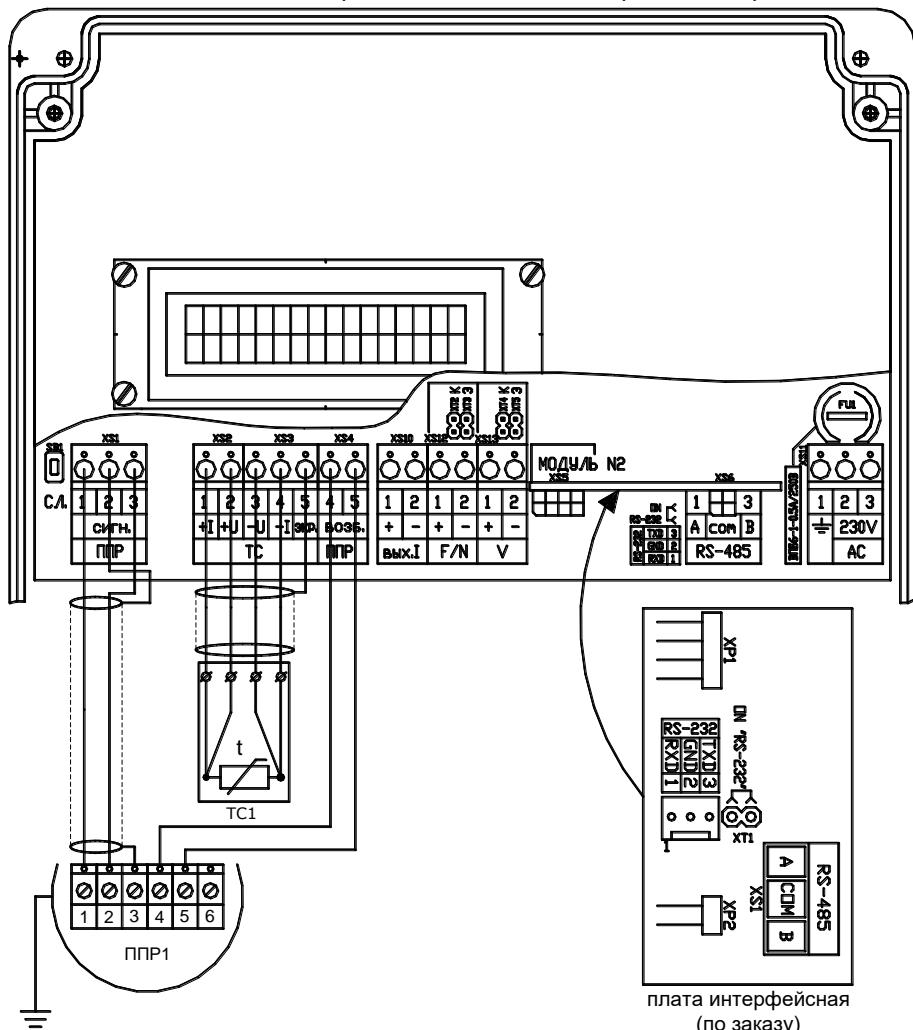

Рис. 8.9
8.7.2 Монтаж электрических цепей должен осуществляться в соответствии со схемой электрических соединений, приведенной на рис. 8.9.
8.7.6 Экран кабеля сигнальных линий должен быть надежно изолирован внешней оболочкой от трубы или металлического рукава, в котором он прокладывается, и присоединен к ППР и ИВБ в соответствии с рис. 8.9.
- Выбор типа интерфейса (RS-232C или RS-485) осуществляется путем установки (снятия) джампера **ХТ1 на плате интерфейсной** (см. рис. 8.9а):
Рис. 8.9а
Рис. 8.9б
3) Конфигурация выходных каскадов F/N и V выбирается путём установки/снятия джамперов XT2 (XT4), XT3 (XT5), расположенных за клеммниками F/N и V (см. рис. 8.9б, 8.9в, таблицу 8.2)
Рис. 8.9в
8.7.12 Подключение ТС к ИВБ производится по 4-х проводной схеме в соответствии с рис. 8.9. Для подключения термопреобразователей к ИВБ рекомендуется использовать кабели: КММ $4 \times 0,35 \text{ мм}^2$, ШВВП $4 \times 0,5 \text{ мм}^2$, РПШ $4 \times 0,5 \text{ мм}^2$, КУПР $4 \times 0,5 \text{ мм}^2$ или СПОВ $4 \times 0,5 \text{ мм}^2$. Во избежание дополнительных помех и наводок, а также механических повреждений кабелей линии связи ИВБ с ТС рекомендуется также прокладывать в стальных заземленных трубах или заземлённых металлорукахах. При использовании кабеля КММ $4 \times 0,35 \text{ мм}^2$ экранирующую оплетку кабеля подключить к контакту 5 «экр.» зоны подключения ТС.
8.8.2 Выбор типа интерфейса (RS-232C или RS-485) осуществляется путем установки (снятия) джампера **Х1 на плате интерфейсной** (см. примечания рис. 8.9а):
8.9.2 Проверить правильность монтажа электрических цепей в соответствии с электрической схемой подключения, приведенной на рис. 8.9.